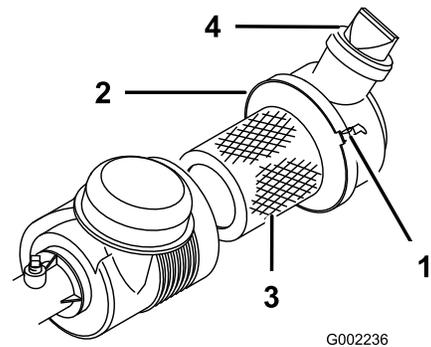

Figura 39
Inspeccione la carcasa del limpiador de aire por si hubiera daños, que podrían causar una fuga de aire. Compruebe que el tapón anti-polvo está firmemente sellado contra el limpiador de aire. Cambie la carcasa del limpiador de aire si está dañada. Apriete la válvula (Figura 39) antes de cada uso para limpiarla de polvo y residuos.
3. Abra el enganche del limpiador de aire que fija la tapa del limpiador de aire a la carcasa del limpiador de aire (Figura 39) y separe la tapa de la carcasa.
7. Cierre los enganches (Figura 39).
4. Instale la tapa con la válvula orientada hacia abajo y cierre los enganches (Figura 39).